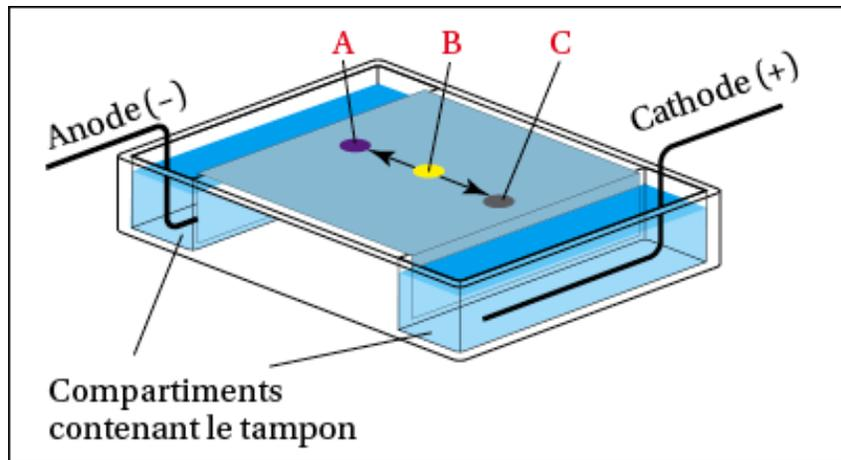

Figure 10: Préparation de la cuve, dépôt d'échantillon et migration
- *Préparation de la cuve et mise en place des supports* : la bande électrophorétique est imprégné avec le tampon d'électrophorèse (pH = 8.6 et FI = 0.05 mol/l), l'excès du tampon va être essoré en mettant la bande entre deux feuilles de papier absorbant. La bande est mise ensuite sur un portoir en tenant compte que les deux extrémités sont suffisamment dépassées pour être trempées dans le tampon de la cuve (anode et cathode) (Fig. 10). Les deux compartiments de la cuve sont remplis avec le même volume de tampon. Le portoir portant la bande est mis dans la cuve d'électrophorèse.
- *Dépôt d'échantillon* : un certain volume de sérum (2µl) est déposé sur la bande du côté cathodique en laissant quelques millimètres du côté pour éviter l'effet de bord. La bande doit être horizontale (Fig. 10).
- *Migration des molécules*: la cuve est fermée, le courant électrique continu de tension de 150 à 250 V est appliqué de 20 minutes à une heure. Les molécules se déplacent vers l'anode ou la cathode selon leur charge qui varie en fonction du pH du milieu qui doit être fixé en utilisant des solutions tampon. La vitesse de migration dépend de la taille et la forme des molécules (Fig. 10).